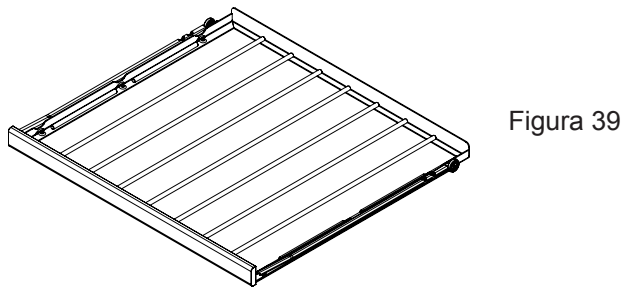

Figura 39
(2) pull-out de alambre estante del vino. (vea la Figura 39).